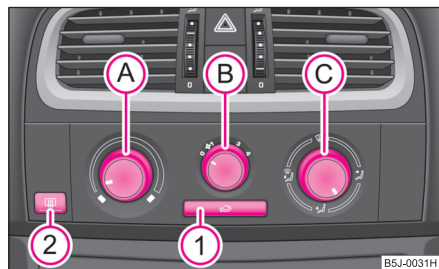
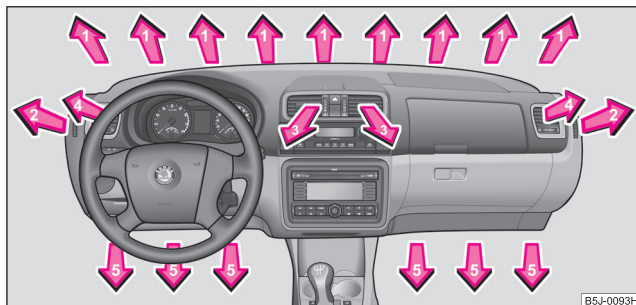

Fig. 105 Încălzirea: Elementele de comandă
Fig. 106 Gurile de ventilație a aerului
- Rotiți regulatorul rotativ (A) ⇒ fig. 105 spre dreapta pentru a mări temperatura.
- Rotiți regulatorul rotativ (A) spre stânga pentru a reduce temperatura.
- Regulatorul rotativ (A) ⇒ pagina 83, fig. 105 spre dreapta până la limită,
- Comutatorul (B) în poziția 3,
- Regulatorul distribuției aerului (C) în poziția ,
- Gurile de ventilație 4 ⇒ pagina 85, fig. 106 deschise și îndreptate spre geamurile laterale.
- Regulatorul rotativ (A) ⇒ pagina 83, fig. 105 spre stânga până la limită
- Comutatorul (B) în poziția dorită
- Gurile de ventilație 3 și 4 ⇒ pagina 85, fig. 106 deschise.
- Apăsați tasta , simbolul din tastă  se aprinde ⇒ pagina 83, fig. 105.
Când regulatorul (C) se află în poziția  ⇒ pagina 83, fig. 105, recircularea aerului este oprită automat. Prin apăsarea repetată a tastei  puteți porni recircularea aerului și în această poziție.
Admisia aerului prin fiecare gură de ventilație se reglează de la regulatorul **(C)** ⇒ pagina 83, fig. 105. Gurile de ventilație **3** și **4** se pot deschide și închide separat.
Prin gurile de ventilație deschise este admis aer încălzit sau rece, în funcție de poziția regulatorului **(A)** ⇒ pagina 83, fig. 105 și de condițiile climatice. ■